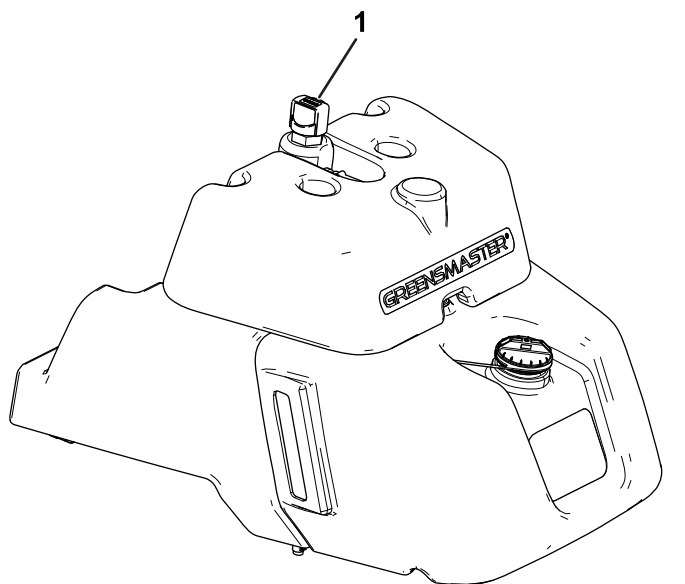

Figura 36
- Si el depósito no tiene mirilla, localice la varilla en la parte superior del depósito hidráulico principal (Figura 36) y vaya al paso 3.